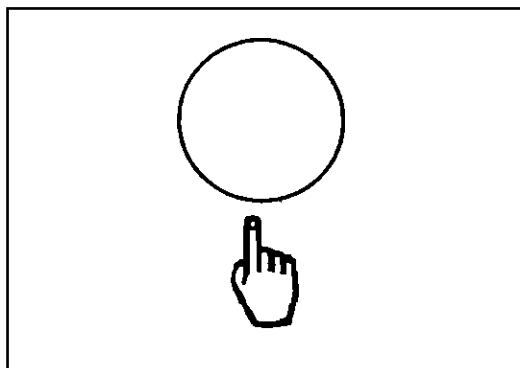

Figure 17
1. Maintenez le bouton One Touch vert (figure 17) enfoncé jusqu'à ce que la machine émette *double bip*. **REMARQUE :** le temps nécessaire est d'environ 15 secondes.